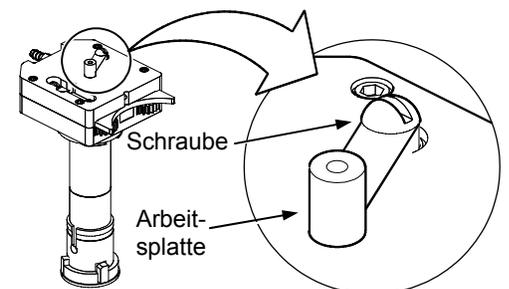

Abbildung 37 Inspektion der Arbeitsplatte und Schrauben
12. Stellen Sie sicher, dass die Schraube an der Arbeitsplatte fest sitzt und keine übermäßige Oxidation aufweist. Siehe Abbildung 37. Reinigen Sie die Arbeitsplatte bei Bedarf mit feiner Stahlwolle oder einem feinen Scheuerkissen.